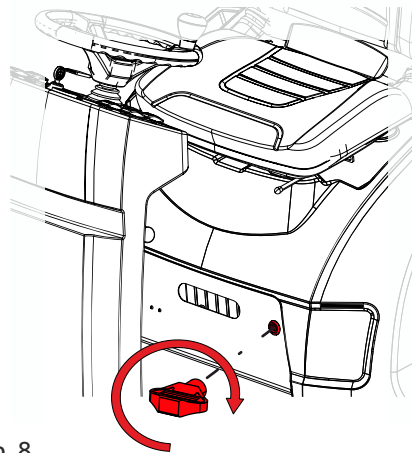

Abb. 8
- Die Haube wird mit einem Haubenschlüssel an der Klappe entriegelt (Abb.8) - im Uhrzeigersinn drehen -